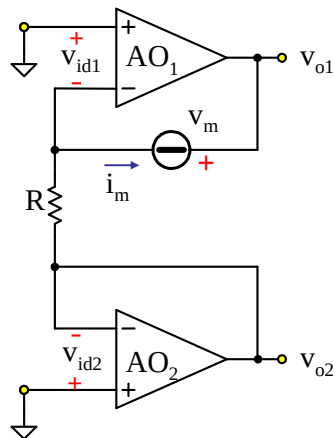

Fig. 4- Schema equivalente per il calcolo diretto della resistenza di uscita
E' interessante osservare che, in questo caso, il calcolo diretto della resistenza di uscita risulta molto più semplice del metodo adottato. Infatti, annullando i generatori indipendenti  $v_1$  e  $v_2$  e applicando un generatore di misura come indicato in Fig. 4. Da questo schema e dalla (4) si evince immediatamente che  $v_{id2} = 0$ . Pertanto dalla maglia di ingresso si ottiene la seguente relazione: